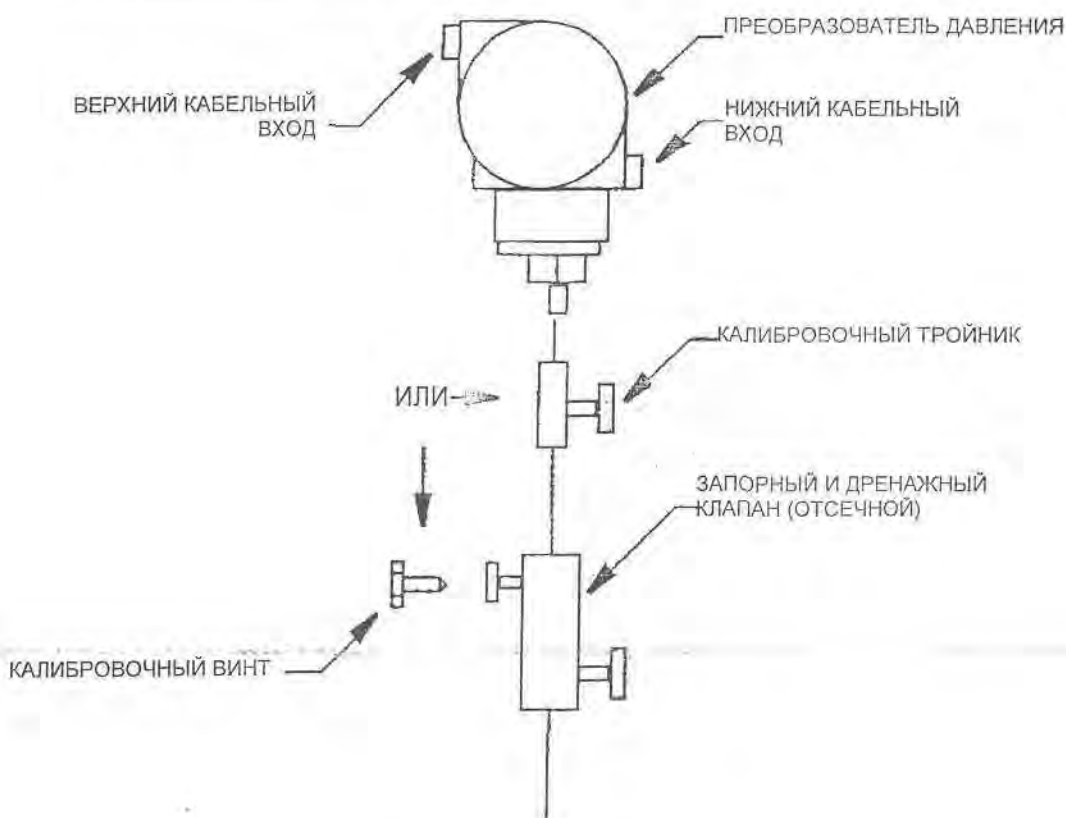
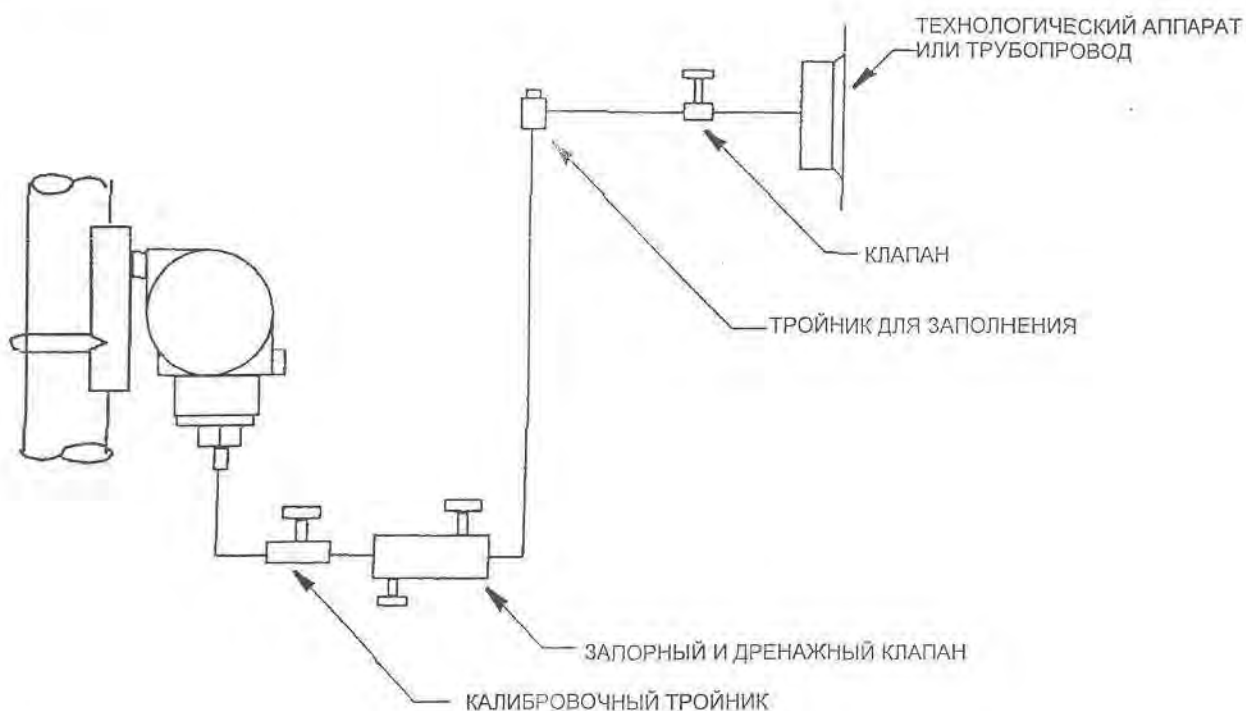

Рис. 5. Типовая схема трубной обвязки преобразователя давления
Рис. 6. Трубная обвязка преобразователя давления для процесса с горячей технологической средой
На рис. 5 показана типовая схема трубной обвязки преобразователя давления. Калибровочное давление может подаваться через калибровочный тройник или калибровочный винт. Нижний кабельный ввод может быть использован в качестве дренажного канала для отвода влаги, накапливающейся в отделении клеммной колодки. При монтаже преобразователя давления IGP20 затяните болты устройства соединения с процессом с моментом вращения 61 Нм, а пробки дренажных каналов и винты вентиляционных отверстий с моментом 20 Нм.
2. Для преобразователей IAP10 и IGP10, установленных непосредственно на технологических трубопроводах или аппаратах высокого давления как показано на рис. 5, может потребоваться применение отсечного клапана (показан) для соответствия требованиям Правил В31.1 ASME для трубопроводов высокого давления и Правил В31.3 для трубопроводов транспортировки химических и нефтепродуктов.
При использовании преобразователей в горячих технологических средах, температура которых превышает предельно допустимое значение температуры вашего преобразователя (121°C), таких как водяной пар, необходимо предусмотреть дополнительную трубную обвязку для обеспечения защиты преобразователя от воздействия горячей технологической среды. См. рис. 6. Трубопровод заполнен водой или технологической средой. Установите преобразователь ниже точки подвода давления на трубе. Хотя на рисунке преобразователь показан установленным вертикально, вы можете установить его горизонтально при отсутствии осадка. Применение калибровочного тройника не требуется, если для выполнения калибровок по месту используется калибровочный винт.
Калибровка по месту монтажа выполняется без отсоединения технологической трубной обвязки. Это возможно только в случае с преобразователями IAP10 и IGP10, если трубная обвязка преобразователя выполнена как показано на рис. 5 или рис. 6. В случае с преобразователем IGP20 это возможно только в том случае, если между технологическим процессом и преобразователем предусмотрен отсечной клапан.